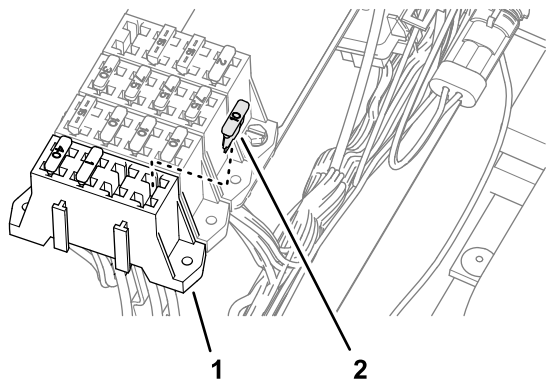

図 100
5. ステップ4で使ったオプション電源回路のヒューズブロックソケット (図 100) にヒューズ (10 A) を挿入します。